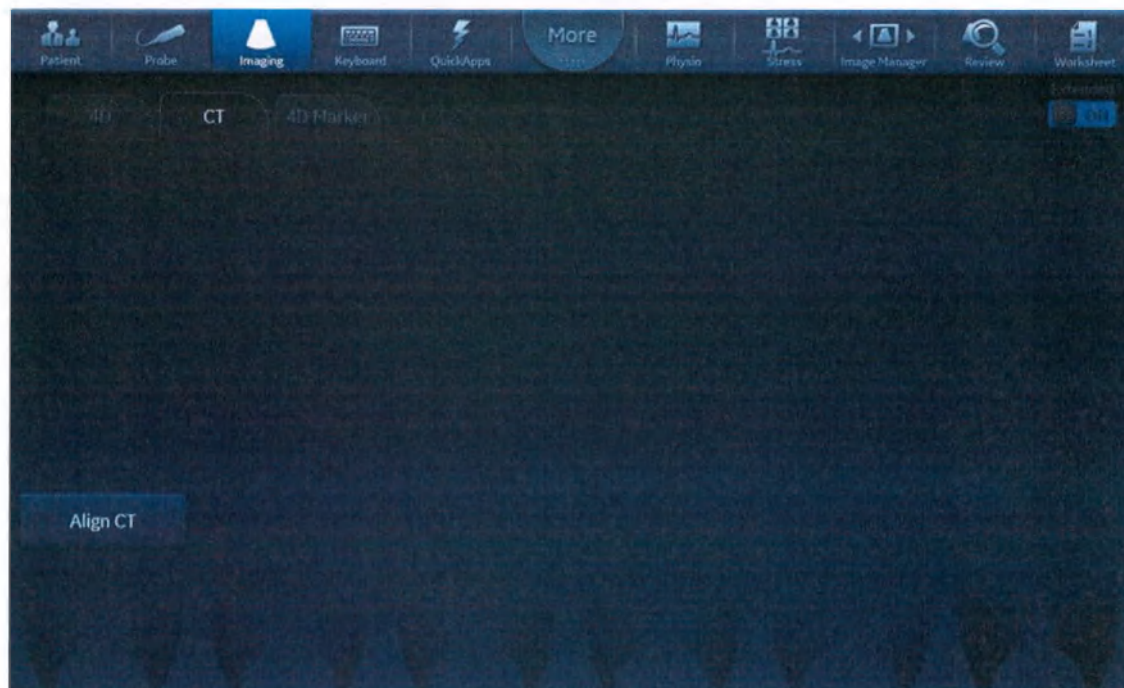

Рис. 6-34. Сенсорная панель
2. На сенсорной панели нажмите вкладку **CT** (КТ) (см. Рис. 6-34) и кнопку **Align CT** (Выравнивание КТ-изображений).